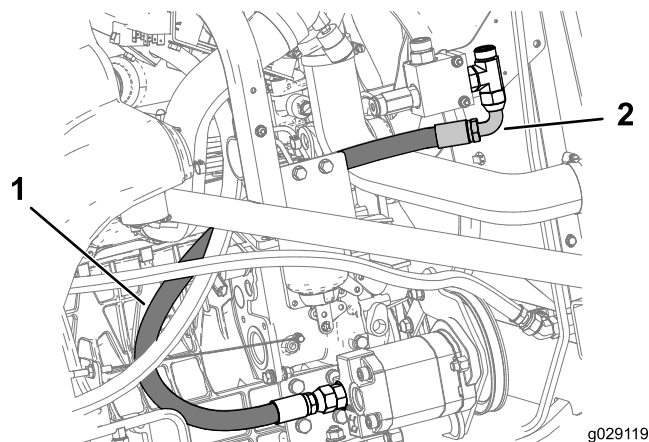

Рисунок 27
7. Установите второй гидравлический шланг С от переходного тройника (наружная резьба 5/8 дюйма) на левом гидравлическом коллекторе в сборе к переходному штуцеру (наружная резьба 5/8 x 5/8 дюйма) на шестеренчатом насосе в сборе, как показано на Рисунок 27.